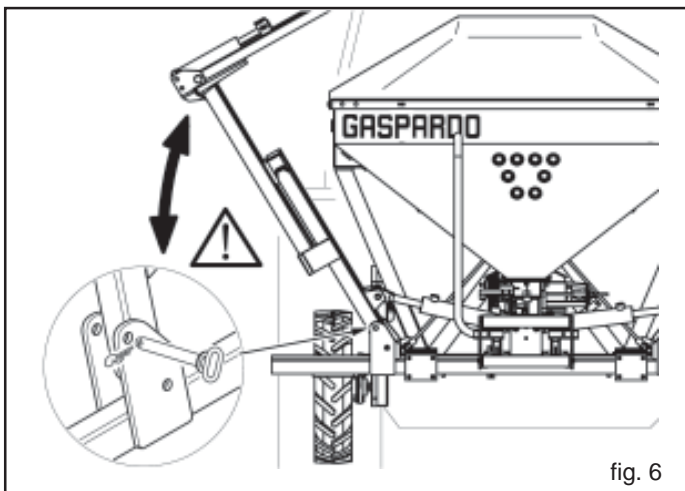

fig. 6
- 7) Gli spostamenti fuori dalla zona di lavoro devono avvenire con l'attrezzatura in posizione di trasporto, e con le apposite sicurezze attivate (Fig. 6).